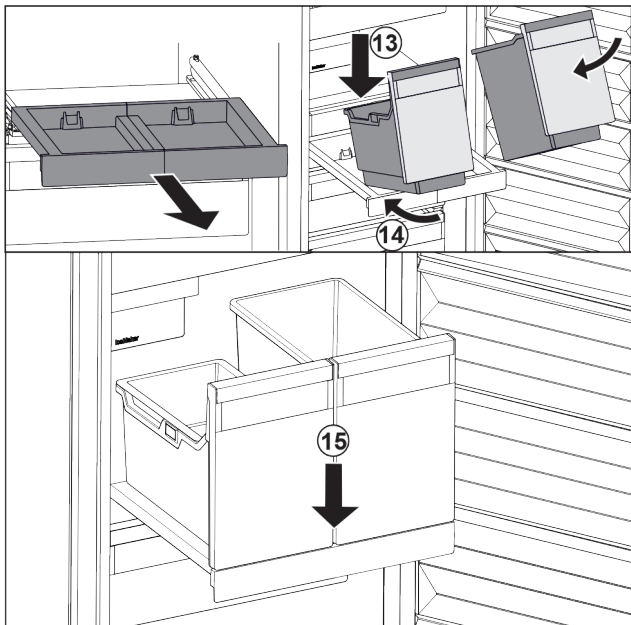

Fig. 145
- ▶ Applicare i contenitori in modo inclinato sul ripiano estraibile. Fig. 145 (13)
- ▶ Inserire il contenitore in modo inclinato verso la parte posteriore. Fig. 145 (14)
- ▶ Abbassare il contenitore nella parte anteriore. Fig. 145 (15)